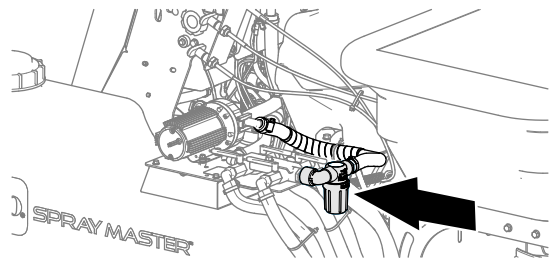

Figura 53
2. Coloque un recipiente debajo del filtro (Figura 53).